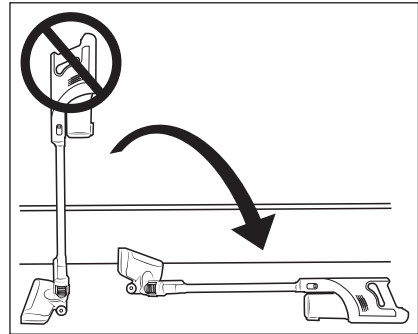

Bild 9
- Insugsöppningarna på dammsugaren och golvborsten ②① och dammsugarröret ②③ måste vara fria från föremål som kan orsaka ett stopp. Om det är stopp i dammsugaren blir den överhettad och motorn skadas.
- Kontrollera alltid att EPA-filtret ⑤ sitter på plats innan du dammsuger.
- Ställ inte dammsugaren upprätt om du tar en paus och sätter ifrån dig den tillfälligt. Sätt i så fall dammsugaren i vägghållaren ⑱ eller lägg den på golvet (se bild 9 och 10). Eftersom dammsugarens tyngdpunkt ligger så högt kan den välta och skadas och i vissa fall även skada andra föremål i närheten.